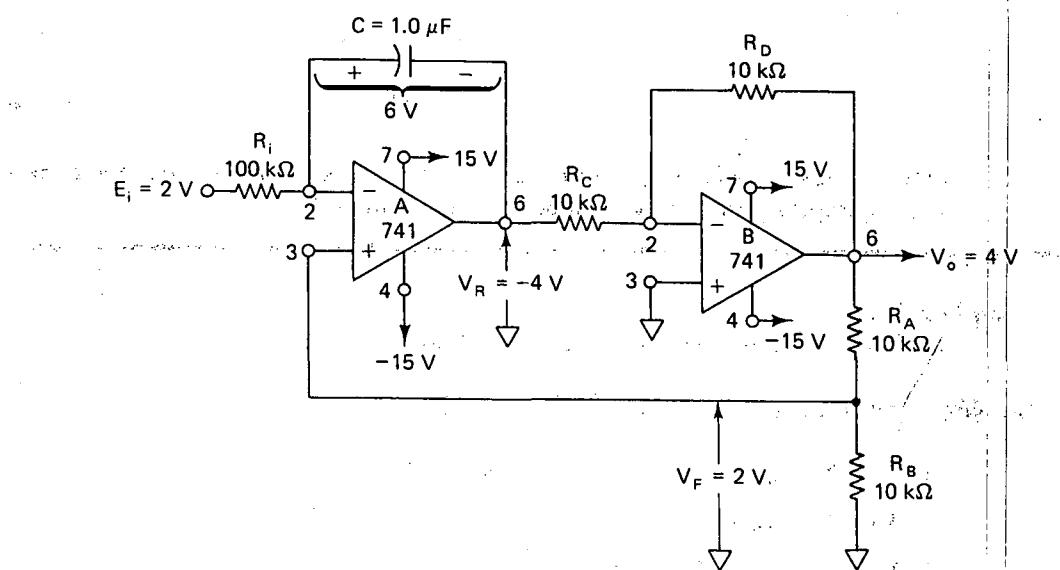

FIGURA 3-16 V_o exhibe una respuesta retrasada a un cambio de E_i en este circuito de servoamplificador.
En la figura 3-16 se muestra un circuito simplificado de un servoamplificador. Hagamos una analogía entre este circuito y un servomecanismo mecánico. El apuntar el cañón de un tanque constituye un excelente ejemplo gráfico. Suponga que el artillero tiene la mira apuntada hacia adelante y también que el cañón apunta en la misma dirección. Esto lo denominaremos equilibrio. El dispositivo de mira controla el cañón mediante dos servomecanismos, uno para el azimut (de un lado a otro) y otro para la elevación (de arriba a abajo).
De repente el artillero cambia la mira 90° hacia la derecha. Acaba de cambiar la entrada ($E_i = 2\text{ V}$ en la figura 3-16) del sistema del servomecanismo. El cañón debe pasar ahora de su posición de equilibrio recto ($V_o = 4\text{ V}$ en la figura 3-16) a una nueva posición de equilibrio 90° a la derecha. Se concluye que la salida del sistema del servo sigue a la entrada pero con un cierto retraso. Por tanto, la respuesta a estas dos preguntas sobre la operación del circuito la buscaremos en la figura 3-16.
Se analiza el comportamiento del circuito de la figura 3-16 en *equilibrio* de la forma siguiente:
Calcule los voltajes de equilibrio del servoamplificador en la figura 3-16.
¿Cuánto tarda V_o en alcanzar el equilibrio en el servoamplificador de la figura 3-16?
- 3-20.** Suponga que R_i cambia a $1\text{ M}\Omega$ en el servoamplificador de la figura 3-16. Sea $E_i = 1\text{ V}$.